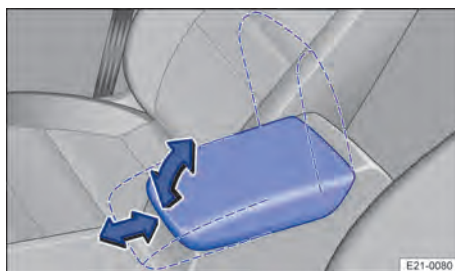

Fig. 84 Entre les sièges avant : accoudoir central
1. *Soulèvement* : tirez l'accoudoir central vers le haut et par cran, dans le sens de la flèche → fig. 84.
3. *Réglage longitudinal* : reculez ou avancez l'accoudoir central → fig. 84.